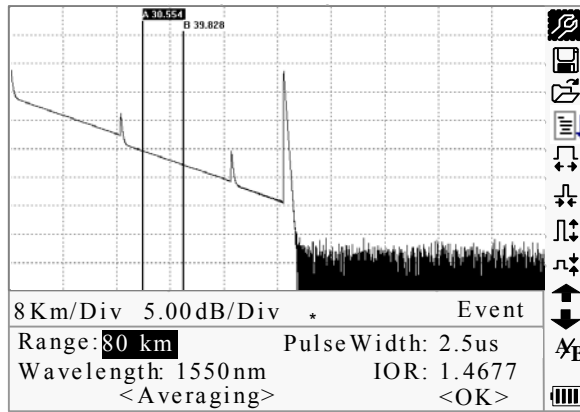

Figura 4-8. test in tempo reale
- Usare [◀] e [▶] per spostare il parametro da modificare (Figura 4-8), e premere [Enter/invio].